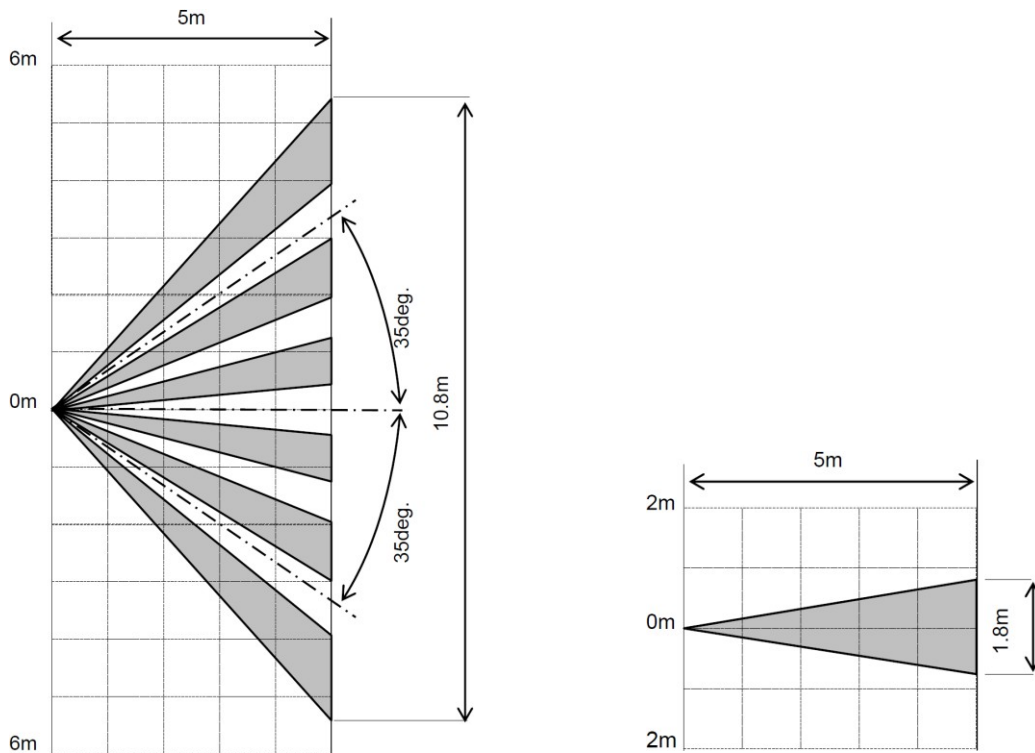

Abbildung 1-4: Theoretisches Erfassungsmuster des PIR-Wandlers mit Wandmontageleise.
m. Abbildung 1-4 und Abbildung 1-4 zeigen das (theoretische) Erfassungsmuster für die Decken- und Wandlinsen². Die rechteckigen Felder innerhalb des in Abbildung 1-4 dargestellten Musters erscheinen in